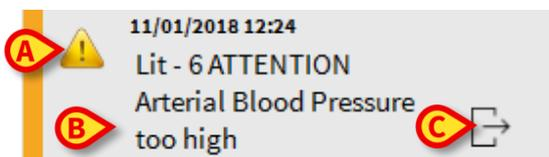

Fig 77
Dans la boîte de message (Fig 77), les informations suivantes sont affichées:
- Une icône qui caractérise le type de message (Avertissement, Alarme, Informations Fig 77 **A**)
- Une icône indiquant la catégorie de message (Fig 77 **B**)
- Une touche « Callback ». Cliquer sur la touche pour accéder au poste patient sur lequel la notification est survenue (Fig 77 **C**)